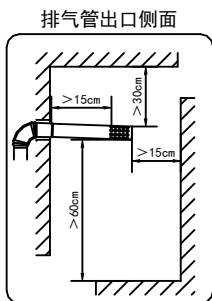

图4.5
- (1) 必须使用本热水器所配用的专用烟道，安装方法见图4.5。如烟道较短可根据需要适当加长。每半年检查一次，检查烟道有无破损，漏烟等现象。
- (2) 如烟道较短可根据需要适当加长，建议延长最大限度不超过1个弯头1m直管。